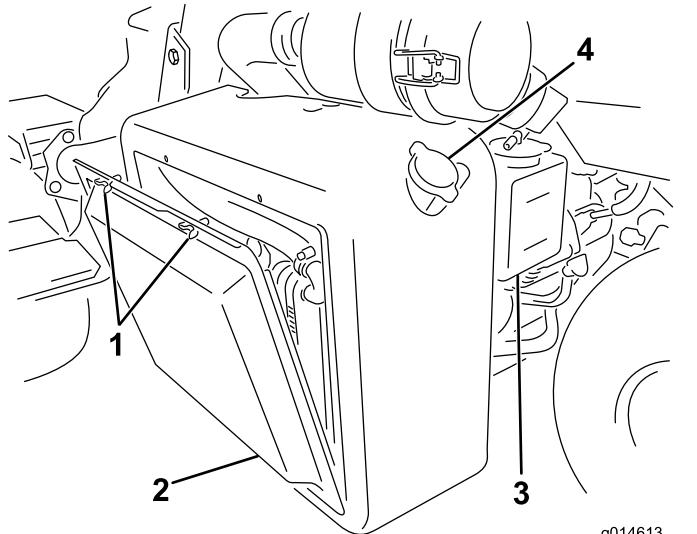

Figure 37
1. Retirez l'écran du radiateur (Figure 37).
2. Contrôlez le niveau de liquide de refroidissement (Figure 37 et Figure 38).